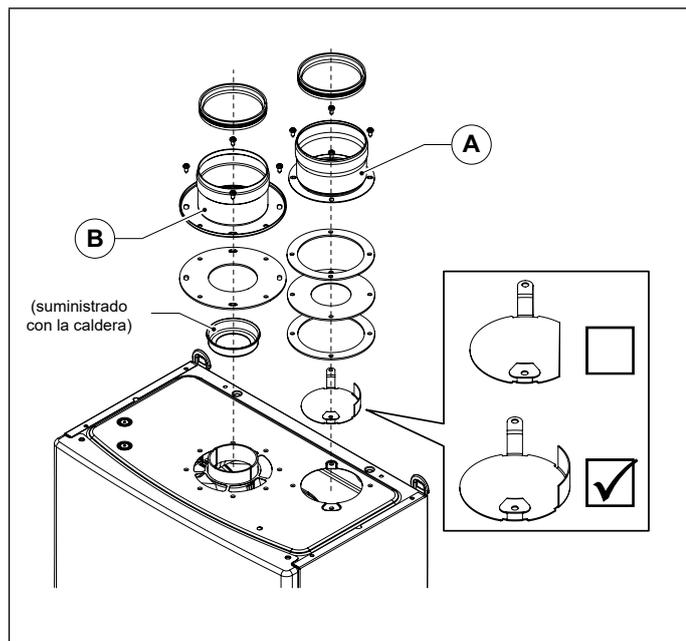

Fig. 16 OS DOPPIA13
- Instalar el deflector de aire específico (ver Fig. 16 OSDOPPIA13).
Utilización de los diafragmas suministrados con la caldera (ver Fig. 16 OSDOPPIA13).